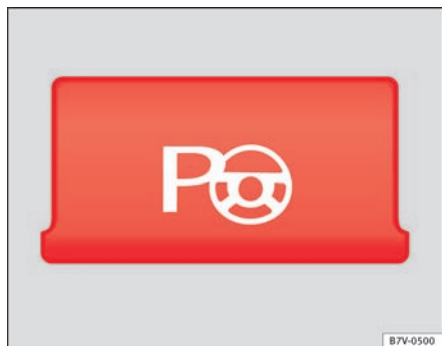

Fig. 143 Billede af midterkonsollen: knap til manuel aktivering af parkeringsassistenten
- **I parkeringsbåse parallelt med kørebanen:** Tryk **en gang** på knappen  ved en hastighed på op til 50 km/h. Der lyser en kontrollampe i knappen, når funktionen er aktiveret ⇒ Fig. 143.
- **I parkeringsbåse på tværs af kørebanen:** Tryk **to gange** på knappen  ved en hastighed på op til 50 km/h. Der lyser en kontrollampe i knappen, når funktionen er aktiveret ⇒ Fig. 143.
- Tryk på knappen . Der lyser en kontrollampe i knappen, når funktionen er aktiveret ⇒ Fig. 143.